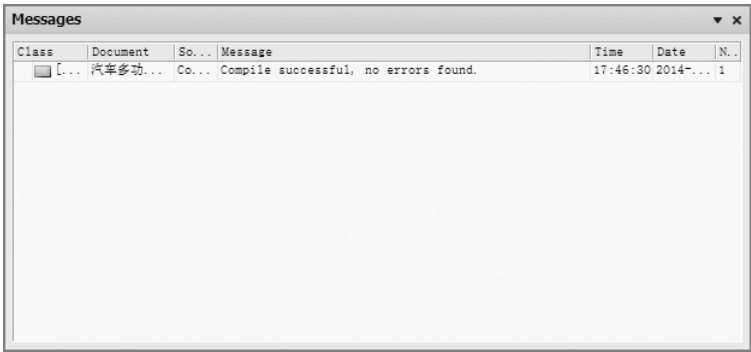

图 6-26 工程编译信息提示框
1) 选择“工程”→“Compile PCB Project 汽车多功能报警电路.PrjPCB”(编译的PCB工程汽车多功能报警电路.PrjCB)菜单命令,对工程进行编译,弹出如图6-26所示的工程编译信息提示框。
2) 检查无误。如有错误,查看错误报告,根据错误报告信息进行原理图的修改,然后重新编译,知道正确位置,最终得到图6-26的结果。